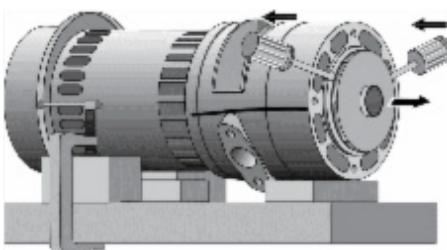

Figure 19
9. Les roues sont clavetées sur l'arbre et ne se dévissent pas. Insérez deux tournevis sur les côtés opposés sous la roue exposée et faites levier pour retirer la roue (figure 19).